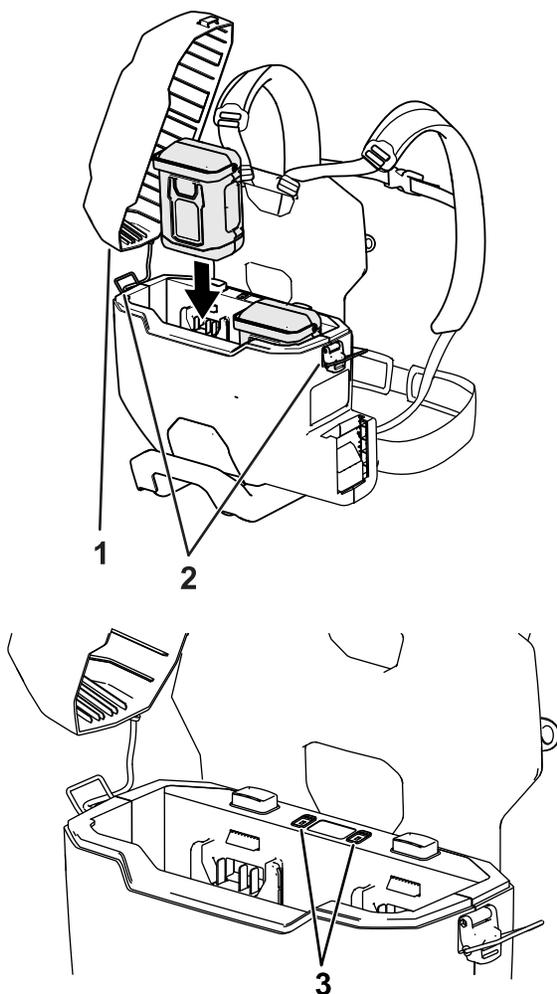

Figura 12
6. Deslize a bateria para dentro da mochila até que a bateria esteja completamente encaixada e trancada no seu lugar (Figura 12).